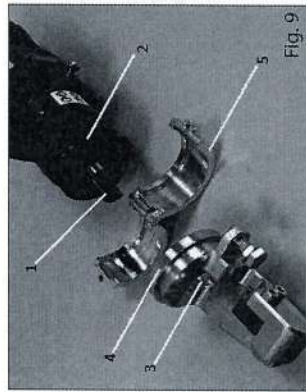

Fig. 9
- Togliere l'anello di fissaggio (rif. 5 in fig. 9) svitando la vite di serraggio;
- Sfilare la testa di taglio (rif. 4 in fig. 9) dal corpo macchina (rif. 2 in fig. 9).